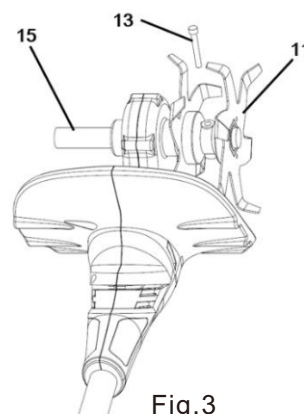

Fig.3
3. Introduceți șurubul cu cap hexagonal 13 în orificiile C și B și strângeți șurubul cu cap hexagonal 13 folosind o cheie hexagonală. (Fig. 3)